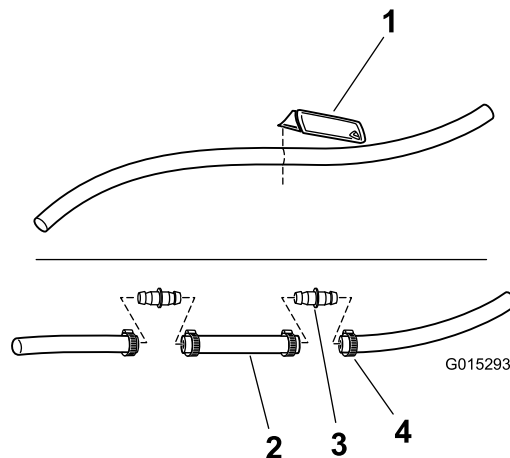

Figure 10
- B. Coupez le flexible d'alimentation à 61 cm du bout du raccord (Figure 10).
C. Raccordez le tuyau de jonction avec 2 raccords droits et 4 colliers de serrage (Figure 10).